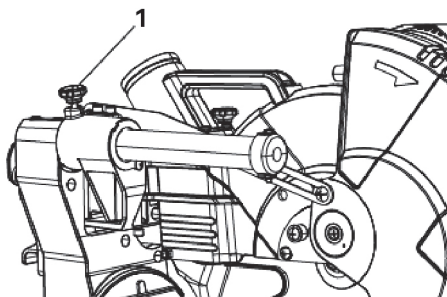

рис. 35
1. Для пиления малоразмерных заготовок сдвинуть режущий блок полностью назад и заблокировать ручку блокировки выдвижной каретки (1) (рис. 35).
2. Для пиления досок шириной до 310 мм ручка блокировки выдвижной каретки (1) должна быть разблокирована, чтобы режущий блок мог свободно перемещаться.